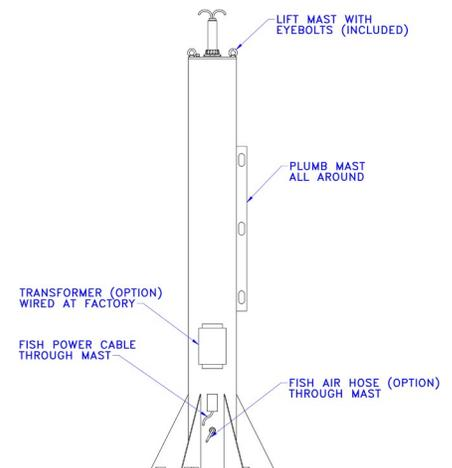

Abb. 3H. Installation des 300-kg-Easy Arm.
- E) Ziehen Sie vor dem Aufstellen des Mastes das elektrische Kabel und den Druckluftschlauch (Option) durch den Mast und den Drehstift (**Abb. 3H**).